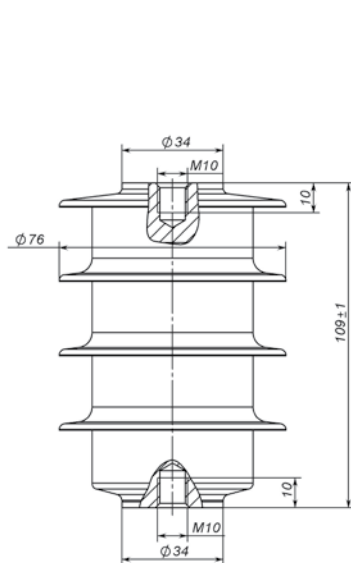
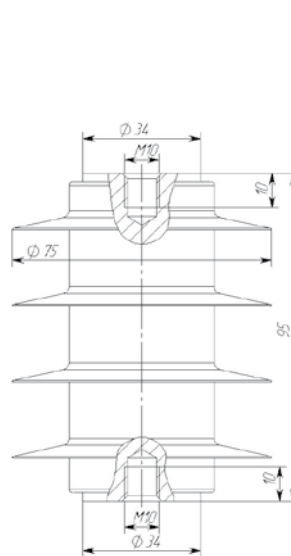

Рис. 14. ОПН-6 УХЛ1
Рис. 16. ОПН-6 УХЛ2
*** - рис. 14 и 15 для ОПН наружного исполнения; рис. 16 и 17 для ОПН внутреннего исполнения (категория размещения - 2).